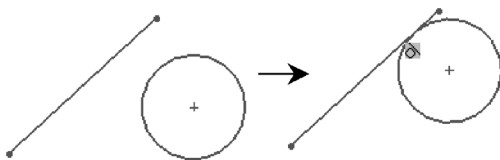

图 2-178 添加相切几何关系
- 相切几何关系 ：使两图线（直线、圆、圆弧、椭圆或实体边缘线）相切，如图 2-178 所示。